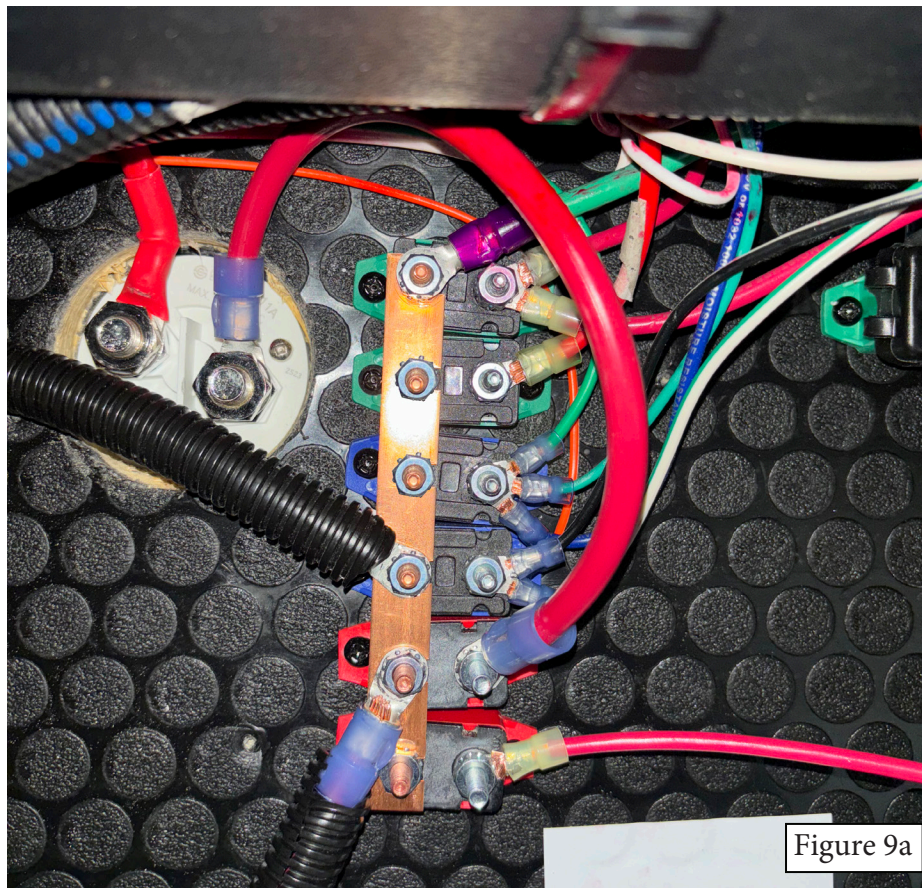

Figure 9a
11. Fixez les cosses de fil aux mini-disjoncteurs conformément à l'imprimé joint (Figures 9a et 9b).
12. Installez le cavalier rouge de calibre 4,115 mm depuis le bouton de coupure de déplacement jusqu'au côté protégé (argenté) du mini-disjoncteur inférieur de 50 ampères [s'il y a deux (2) mini-disjoncteurs de 50 ampères, installez-le sur le deuxième à partir du bas].
15. Installez le fil rouge de calibre 4,115 mm du chargeur solaire au côté alimentation (cuivre) du disjoncteur supérieur de 50 ampères [s'il y en a deux (2)].